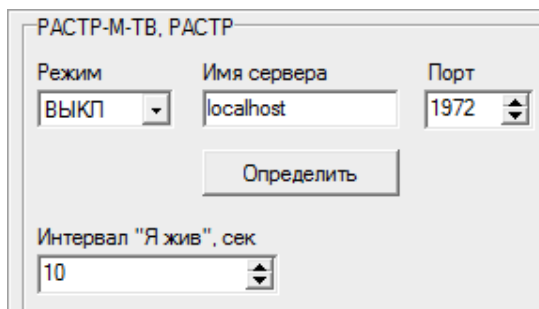

Рисунок 44.
- Только для «РАСТР-М-ТВ»: в группе «РАСТР-М-ТВ, РАСТР» (см. рисунок 44) установить параметр «Режим» в положение «РАСТР-М-ТВ».